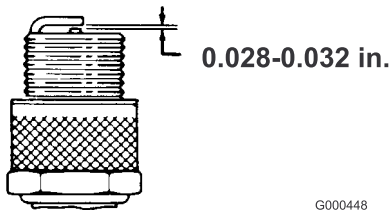

Figura 25
3. Ajuste el hueco entre electrodos a 0,7–0,8 mm (Figura 25). Tras ajustar correctamente los electrodos, coloque la bujía y apriétela a 23 Nm.